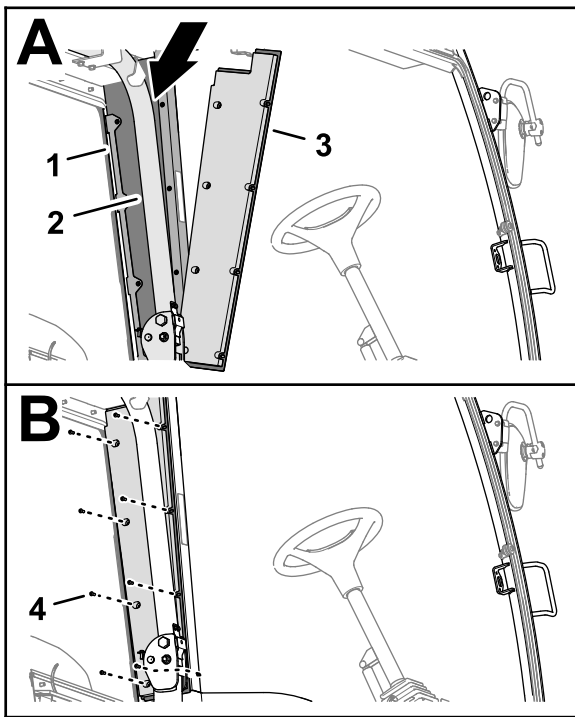

Рисунок 28
4. Используйте ранее снятые болты для установки задней крышки стойки в сборе (т.е. наружные накладки стойки, задние крышки стойки и панели демпфирования звука) на кронштейны монтажной панели (Рисунок 28).